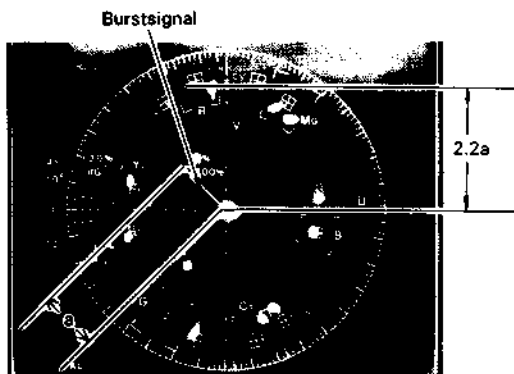

Abb. 4.24 Einstellung des Chromasignalpegels
5. Den CHROMA GAIN Regler (RM1102-4) so abgleichen, daß der rote Vektor mehr als $220\% \pm 10\%$ des Burstsignalpegels beträgt (siehe Abb. 4.24).